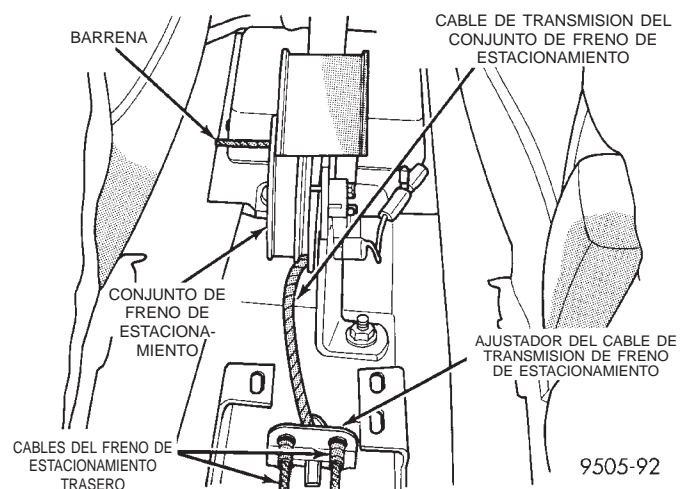

Fig. 49 Cables de freno de estacionamiento instalados correctamente en el ajustador
(1) Asegúrese de que los cables del freno de estacionamiento trasero estén instalados correctamente en el ajustador (Fig. 49).